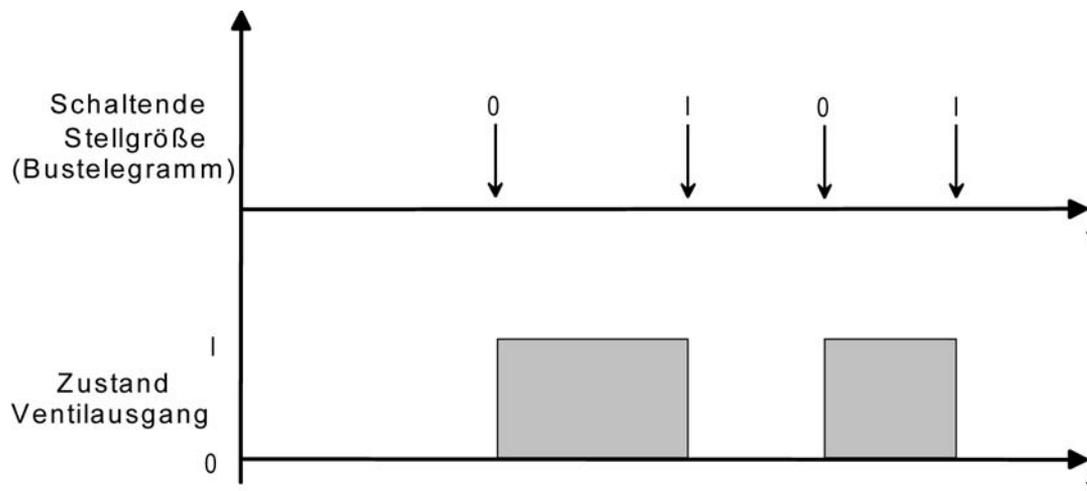

Bild 35: Umsetzung einer schaltenden Stellgröße in ein Ausgangssignal bei stromlos geöffneten Ventilantrieben (Beispiel)
- Den Parameter "Ventil-Wirksinn (Ventil im stromlosen Zustand)" einstellen auf "geöffnet". Bei schaltenden Stellgrößen wird das über das Objekt "Stellgröße" empfangene Schaltelegamm direkt an den Ausgang weitergeleitet. Bei einem empfangenen "EIN"-Telegramm wird der Ausgang nicht bestromt und somit das Ventil vollständig geöffnet. Das Ventil wird durch Einschalten des Ausganges vollständig geschlossen, wenn ein "AUS"-Telegramm empfangen wird (Bild 35).